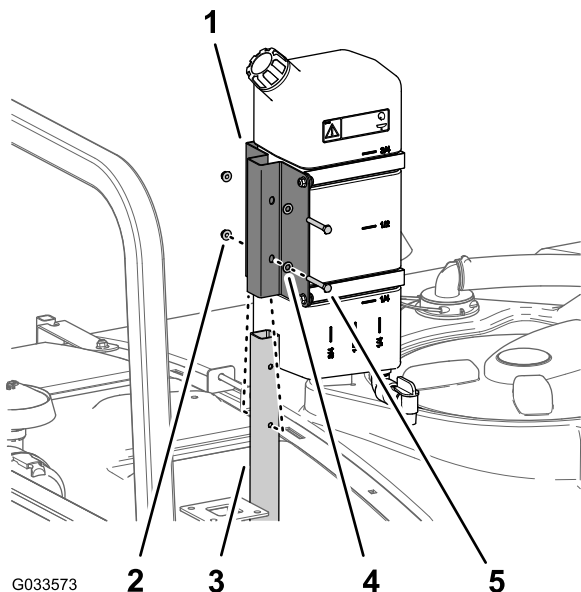

Figura 47
1. Asamblează rezervorul de apă dulce și suportul pe tubul de susinere cu cele 2 uruburi (5/16 x 2 1/4") și cele 2 contrapiuli cu guler (5/16") așa cum este indicat în Figura 47.